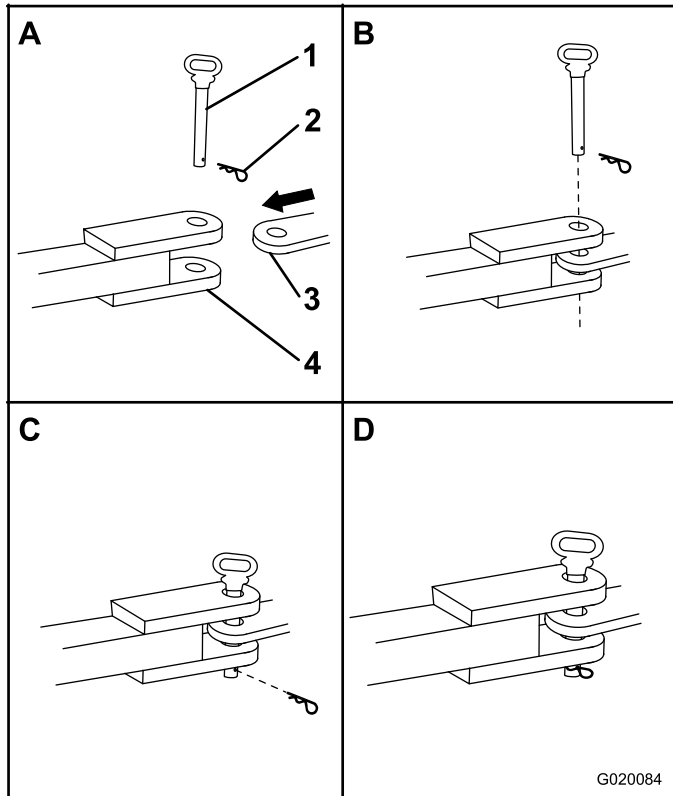

Figura 25
1. Posicione el extremo delantero del acoplamiento de pasador entre las chapas superior e inferior de la barra de tiro del vehículo de remolque y asegúrese de que los taladros estén alineados (Figura 25).
2. Introduzca un pasador de enganche de 19 mm (3/4 pulgada) o 22 mm (7/8 pulgada) por los taladros del acoplamiento y de la barra de tiro (Figura 25).
3. Introduzca una chaveta por el taladro de la parte inferior del pasador de enganche (Figura 25).